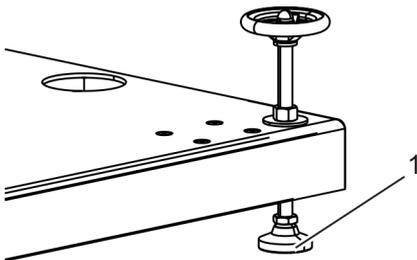

Abb. 29: Kalottenfuß
3. ➤ Maschine durch Verstellen der Kalottenfüße (Abb. 29/1) ausrichten.